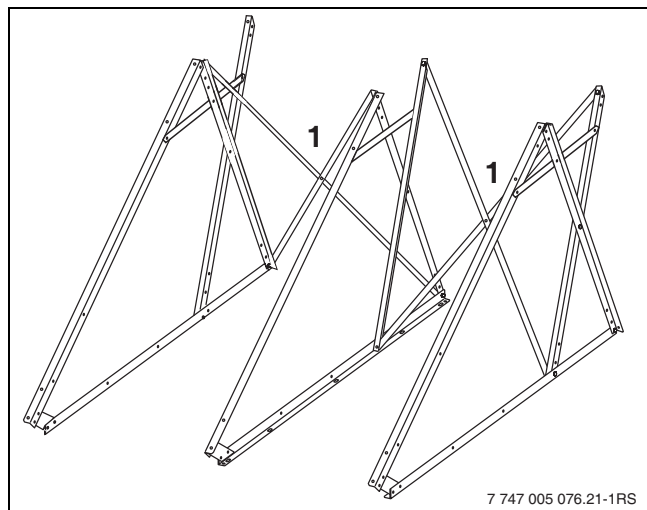

Fig. 21 Monter les contrelattes
- ▶ Visser 4 contre-lattes en 2 croix (→ fig. 21, [1]).